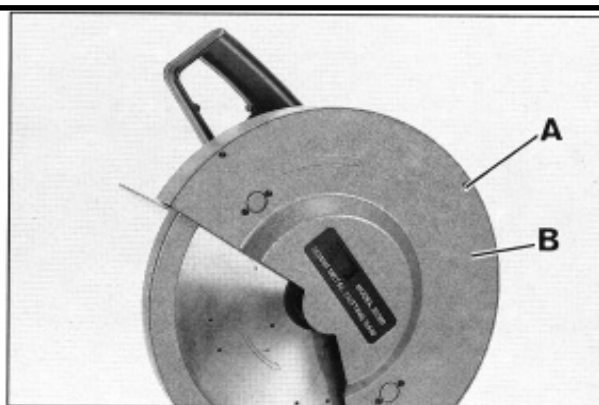

Abb.16
2. Desserrer les 3 vis (A), Fig.16, et enlever le capot de protection de la lame (B).